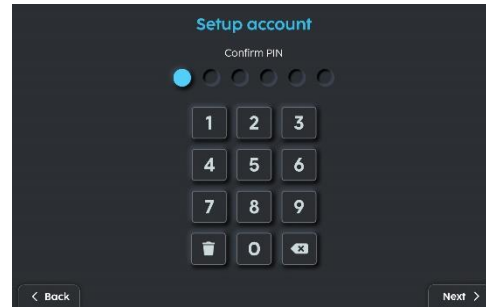

Fig. 6
6. Confirmez votre mot de passe (Fig. 6).